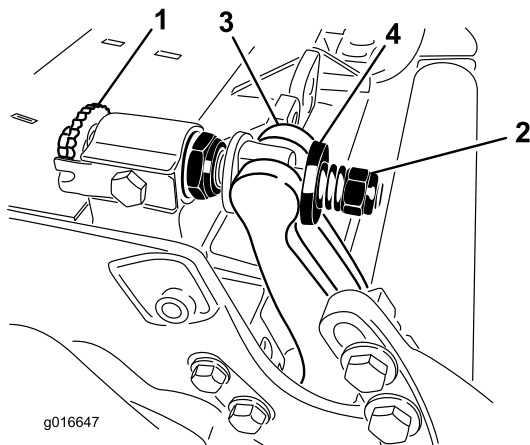

Bild 32
1. Drehen Sie die Einstellschrauben des Unteremesserträgers nach links, um den Abstand zwischen Unteremesser und Spindel zu vergrößern (Bild 32).
2. Drehen Sie die Federspannungsmutter so weit hinaus, bis die Scheibe nicht mehr gegen den Unteremesserträger angespannt ist (Bild 32).